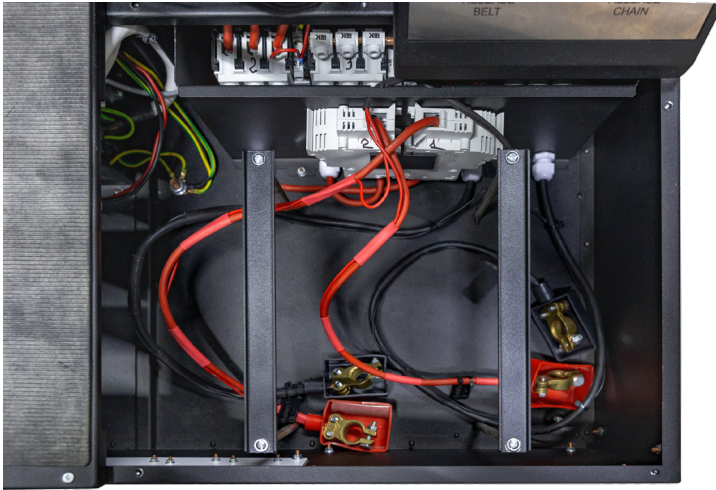

Рисунок 10. Місце для розміщення акумуляторів у стенді
1. Підключити акумуляторні батареї (АКБ) 12В, які необхідно розташувати в акумуляторному відсіку стенда (рис. 10). Для відчинення лівих дверей використовуйте ключі (поставляються в комплекті). Під час під'єднання АКБ слід дотримуватися маркування на силових кабелях. Якщо під'єднати тільки одну АКБ (АКБ1 або АКБ2), то доступний буде тільки 12 В режим діагностики, режим 24 В і 48 В буде недоступний.